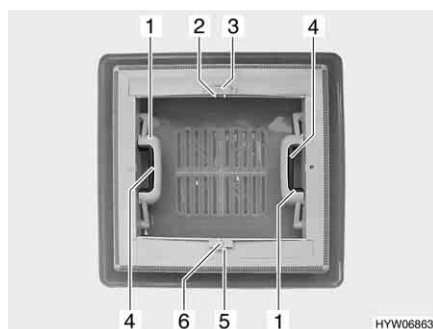

Fig. 41 Oblò a scatto
Apertura: ■ Premere la chiusura a scatto (Fig. 41,4) verso l'interno dell'oblò. Premere contemporaneamente verso l'alto l'oblò con la maniglia (Fig. 41,1).
Chiusura: ■ Tirare con forza verso il basso le due maniglie (Fig. 41,1) dell'oblò, fino a quando non scattano entrambe le chiusure.
Chiusura: ■ Premere l'arresto (Fig. 41,5) verso il lato esterno dell'oblò.
■ Tirare l'oscurante a rullo per la maniglia (Fig. 41,6) fino alla maniglia contrapposta della zanzariera a rullo (Fig. 41,2) e farla innestare.
Apertura: ■ Serrare la maniglia (Fig. 41,2). L'arresto si sblocca.
■ Ricondurre lentamente l'oscurante a rullo accompagnandolo con la maniglia (Fig. 41,6).
- Premere l'arresto (Fig. 41,3) verso il lato esterno dell'oblò.
- Tirare la zanzariera a rullo per la maniglia (Fig. 41,2) fino alla maniglia contrapposta dell'oscurante a rullo (Fig. 41,6) e farla innestare.
- Serrare la maniglia (Fig. 41,2). L'arresto si sblocca.
- Ricondurre lentamente la zanzariera a rullo accompagnandola con la maniglia (Fig. 41,2).